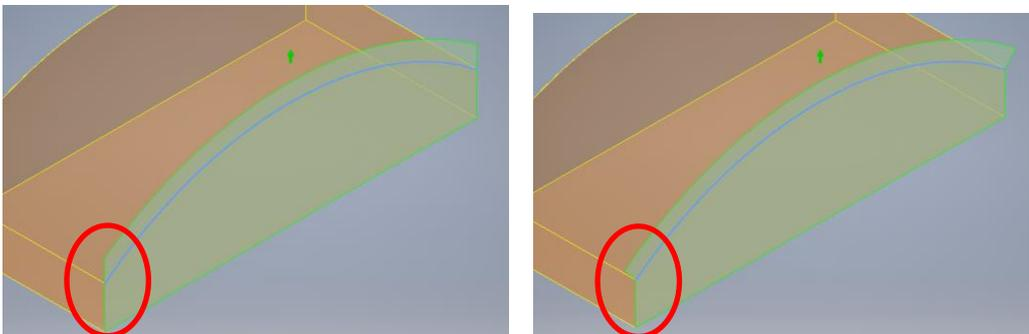

Ilustración 237. Estirar y alargar respectivamente. Superficie.
- Si esta tiene más de una dirección de extensión posible, como en la *ilustración 237*, Autodesk asignará una dirección de extensión por defecto. Si se quiere la otra dirección, salga del comando, y vuelva a seleccionar de nuevo la arista para que se extienda en la otra dirección.